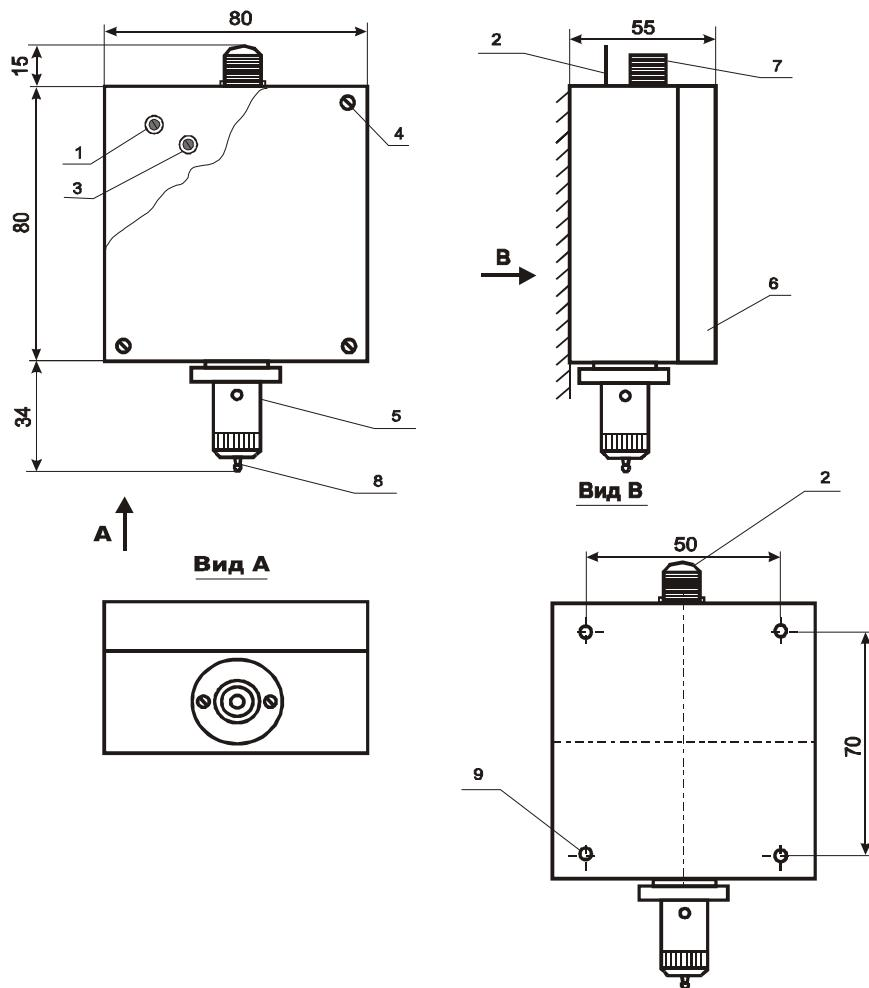

Рис. 2
2) через штуцер подачи ПГС подайте на детектор CH₄ чистый воздух с расходом (300 ± 100) см³/мин. Величина тока должна соответствовать 4 мА в пределах приведенной погрешности. При отклонении тока от указанного значения произведите подстройку тока резистором установки нуля (поз.1 рис.2).
Где C_i – концентрация измеряемого компонента в ПГС, C_d – верхний предел диапазона измерения. При отклонении тока от указанного значения произведите подстройку тока резистором установки чувствительности (поз. 3 рис.2).